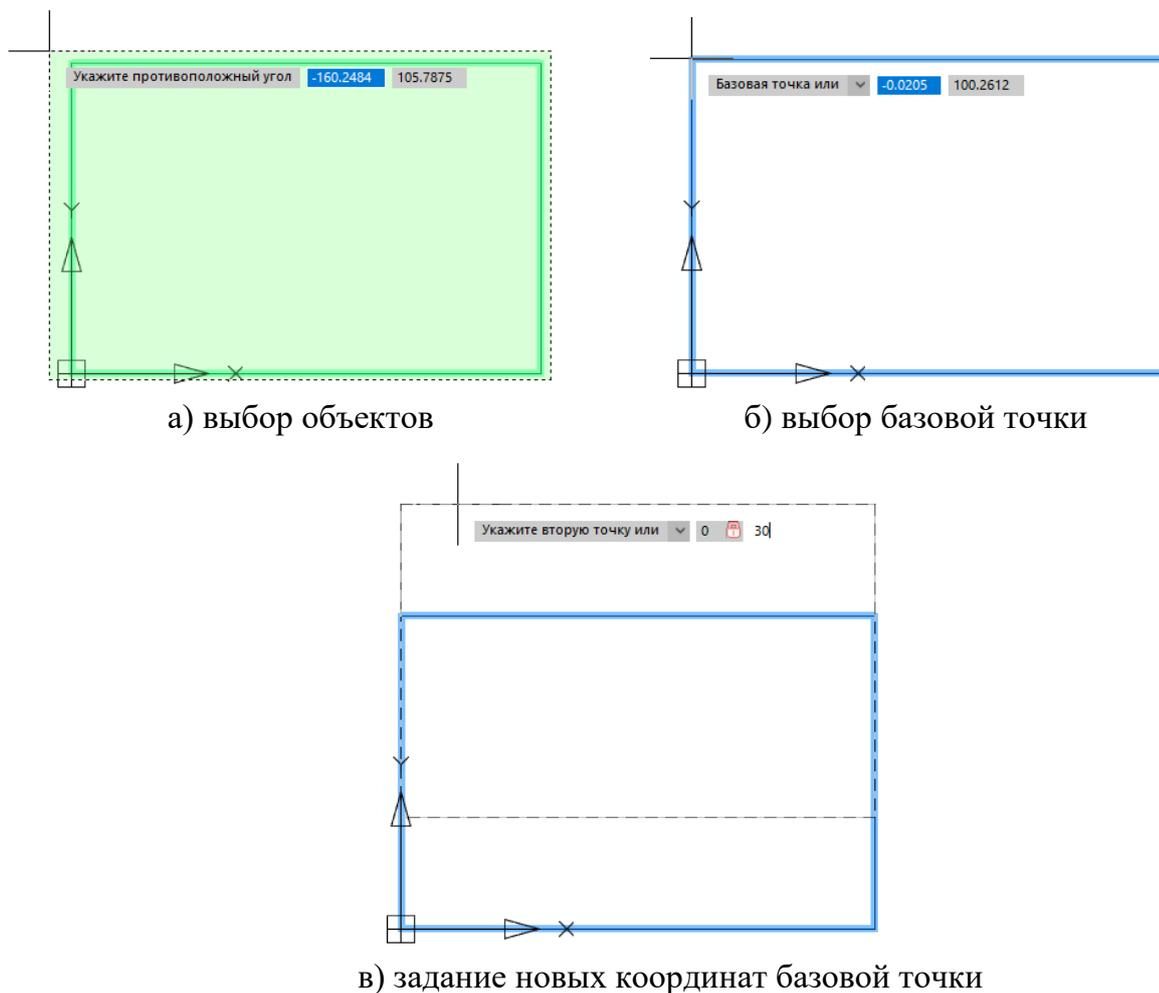

Рис. 45. Функция Копировать
- с помощью курсора мыши выбираются объекты, которые необходимо скопировать (отрезки, из которых создан прямоугольник), см. рисунок 45, а;
- выбрать базовую точку (точку в пространстве чертежа, относительно которой будет выполняться создание новых копий), см. рисунок 45, б;
– одним из ранее рассмотренных методов задать новые координаты базовой точки (например, методом задания относительных координат вводим **@0,30** **Enter**), см. рисунок 45, в.